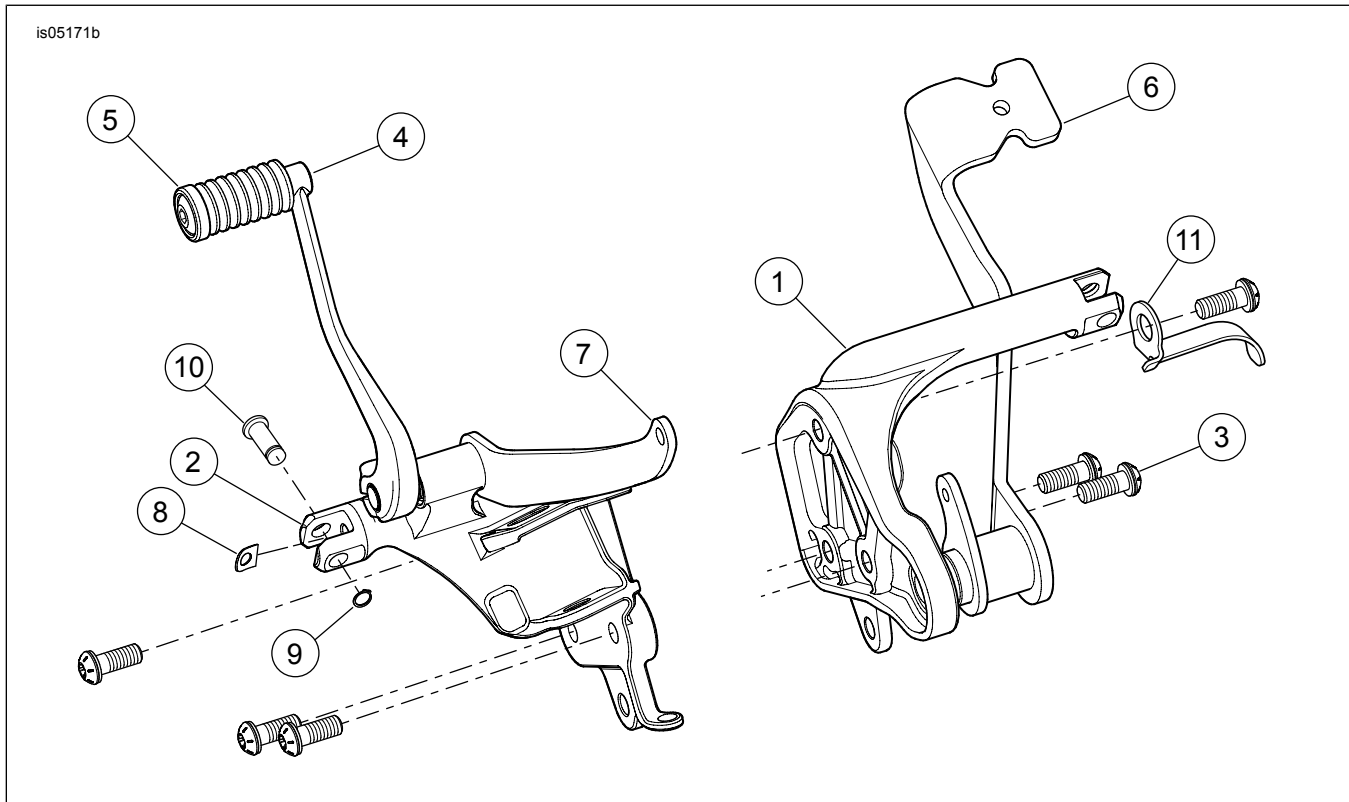

Figura 5. Piezas de servicio: Kit de control de marcha hacia adelante
Vea Figura 5 y Tabla 1.
4. Vea Figura 5. Obtenga del kit, la nueva pieza de soporte de cambios del lado izquierdo (2) y tres tornillos TORX® (3).
6. Vea Figura 5. Instale el taco apoyapiés con la arandela de presión (8), el pasador de horquilla (10) y el anillo de retención (9).
11. Vea Figura 5. Instale el taco apoyapiés con la arandela de presión (8), el pasador de horquilla (10) y el anillo de retención (9).